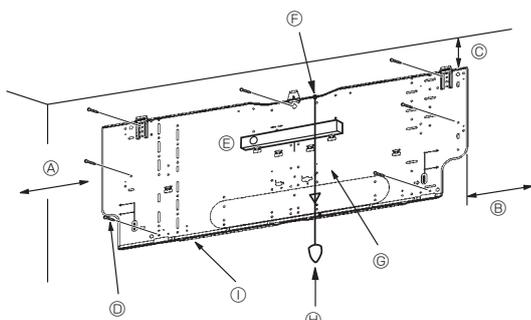
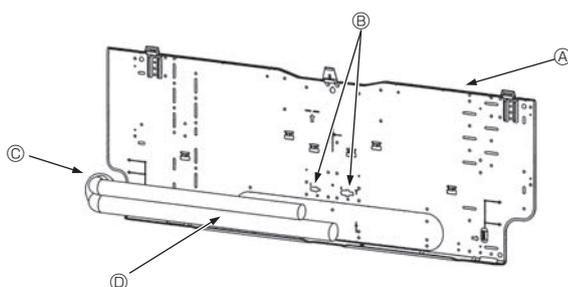

Fig. 3-4
Fig. 3-5
■ PKA-RP60, 71, 100KAL (Fig. 3-4)
- ▲ Viti di fissaggio (4 × 25) ②
- ▲ Piastra di montaggio ①
3.3. Inserimento dei tubi nella parete (Fig. 3-5)